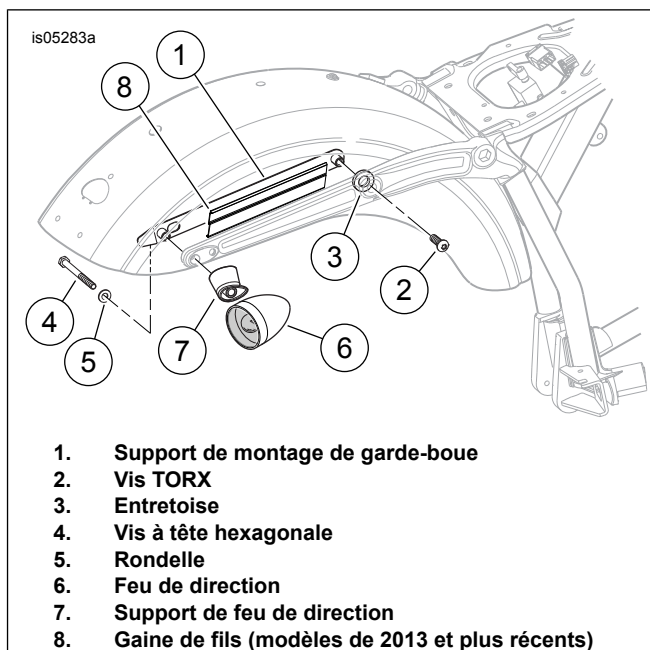

Figure 2. Déposer le voyant de feu de direction du garde-boue
9. Voir Figure 2. Retirer la vis (2) à l'avant du support de montage du garde-boue (1).